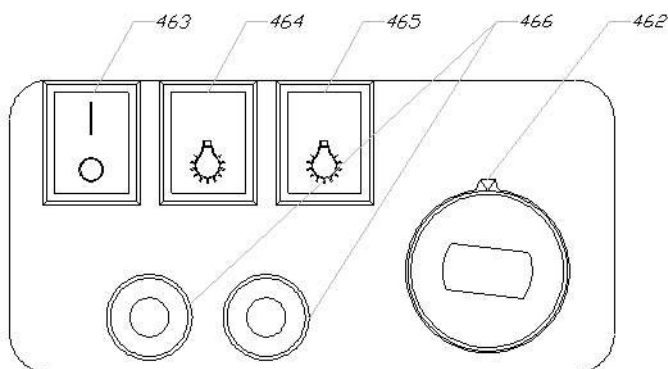

Abb. 5 Beispielhaftes Bedienfeld für das Heizgerät
- Auf dem Bedienfeld des Geräts (Abb.5) schalten Sie den Hauptschalter (463) ein und stellen Sie die entsprechende Temperatur mit dem Temperaturreglerknopf (462) ein.
Das Heizgerät ist mit einem mechanischen Temperaturregler (Thermostat) ausgestattet. Mit dem Temperaturreglerknopf (Abb.5) stellen Sie die gewünschte Temperatur in der Vitrine ein, indem Sie den Knopf drehen und auf die entsprechende Position stellen. Durch Drehen des Knopfes im Uhrzeigersinn wird die eingestellte Temperatur erhöht und gegen den Uhrzeigersinn verringert. Knopf nach links in die Endposition drehen, um die Heizung trotz eingeschalteter Stromversorgung auszuschalten (463).